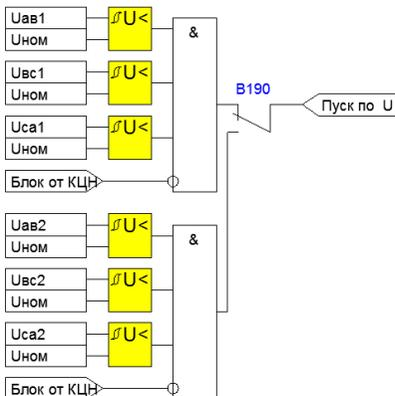

Рисунок 3.2.11 – Пуск АВР по снижению напряжения
- отсутствует напряжение со стороны питания или оно снижено ниже уставки срабатывания (Рисунок 3.2.11);